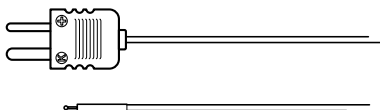

図 5.3 付属のタイプ K 熱電対
2. タイプ K 熱電対サブミニチュアプラグ (図 5.3 を参照) を上部コンパートメントのジャックに接続します。